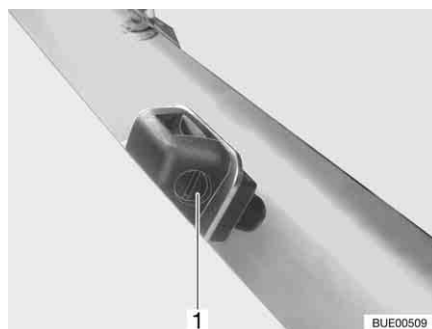

Bild 28 Scheibenwaschdüse
- Mit einem geeigneten Schraubendreher an der Stellschraube (Bild 28, 1) drehen, bis die gewünschte Stellung erreicht ist.